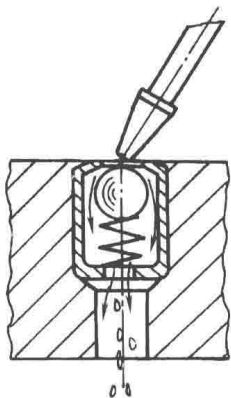

图 1-4 弹子油杯润滑
③擦净车床床身和中、小滑板导轨面,用油壶在导轨上浇油润滑。注意油不必浇得太多,并应浇在导轨面上,不要浇在凹槽内。要求在工作开始前和工作结束后都要擦净加油一次。
④在车床尾座、中滑板、小滑板手柄的转动部位,一般都装有弹子油杯。润滑时要用油壶嘴将弹子向下掀,然后将油注入,如图1-4所示。在车床的各滚动或滑动摩擦部位一般都装有弹子油杯供润滑,要熟悉自用车床各油杯位置,做到每班依次加油一次,不可遗漏。